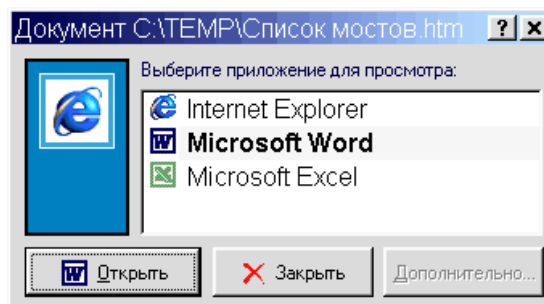

Рис. 16. Вид окна после создания документа HTML
После выбора имени файла для создаваемого документа, он сразу будет сформирован и диалоговое окно примет вид, показанный на рис. 16.
- ✧ Чтобы документ создавался без выбора названия файла, сбросьте флажок “Разрешить выбор файла для документа”. В этом случае окно создания документа HTML сразу примет вид, показанный на рис. 16, а документ будет находиться в файле, указанном в форме ввода для текущего объекта.